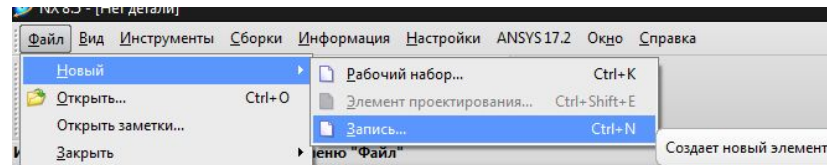

Рис. 31
1. Для создания нового объекта NX выберите **Файл – Новый – Запись** (Рис.31)
2. Далее раскройте панель **Выбор элемента и Просмотр** (Рис.31)